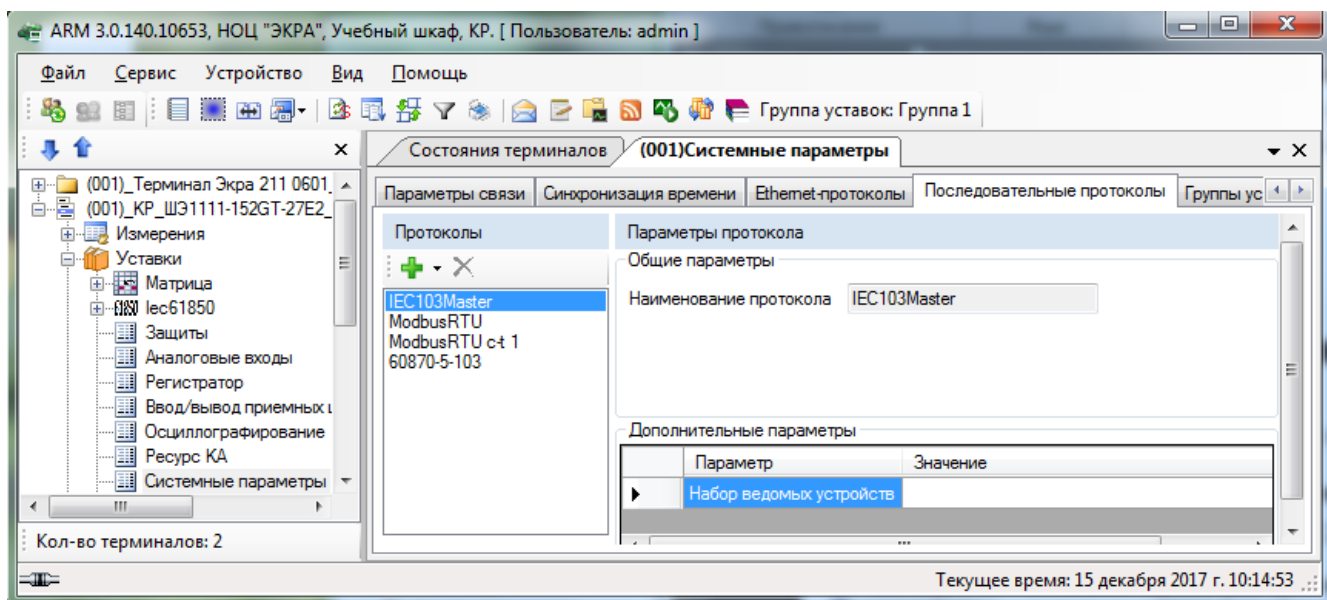

Рисунок 6.86
**Дополнительные параметры протокола IEC 103Master** (см. рисунок 6.86)